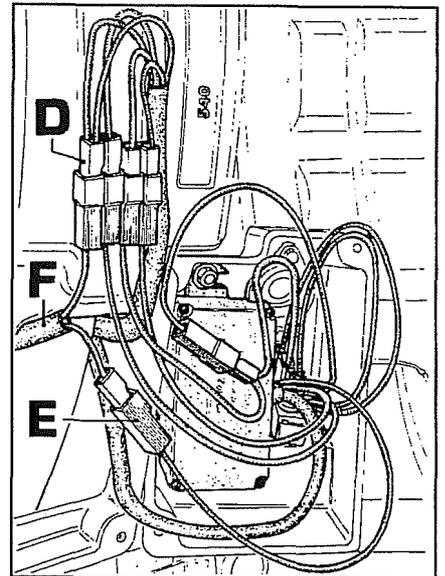

Abb. 41
5. Das Doppelkabel mit schwarzen Punkten **D** Abb. 41 vom braun/weißen Kabel **E** der Steuerung abtrennen, dann den Kabelstrang **F** Abb. 41 mit einem Kabel des Doppelkabels mit schwarzen Punkten verbinden und das andere Kabel davon mit dem braun/weißen Kabel der Steuerung.